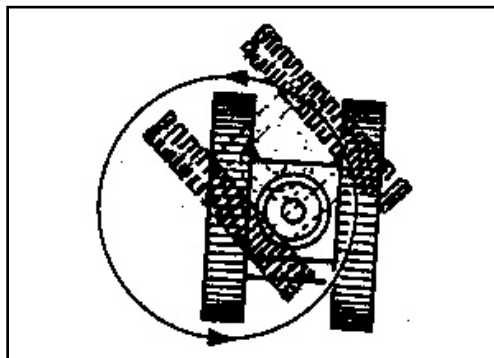

FIG. 3-13
- Svinge mot venstre (FIG. 3-13): Skyv høyre håndtak 2 forover og dra venstre håndtak 1 bakover.